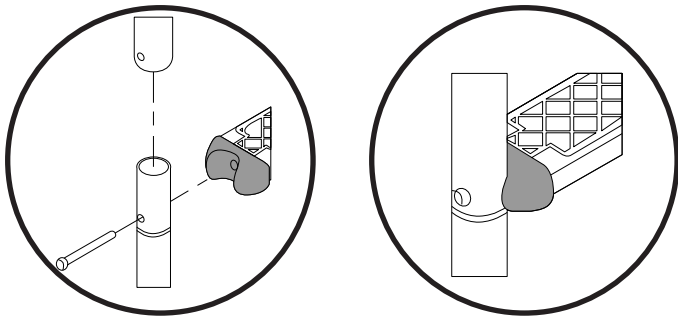

Fig. 24/Abb. 24/Afb. 24
FR A.- Assembler les rampes supérieure (1) et inférieure (10) en les introduisant l'une dans l'autre et les fixer aux marches (9) et celles-ci à l'aide des vis (11), des écrous (8) et des rondelles (7) correspondantes. (Fig.24)
B.- Monter les butées (12) de la rampe, pour éviter que l'escalier puisse abîmer la piscine.